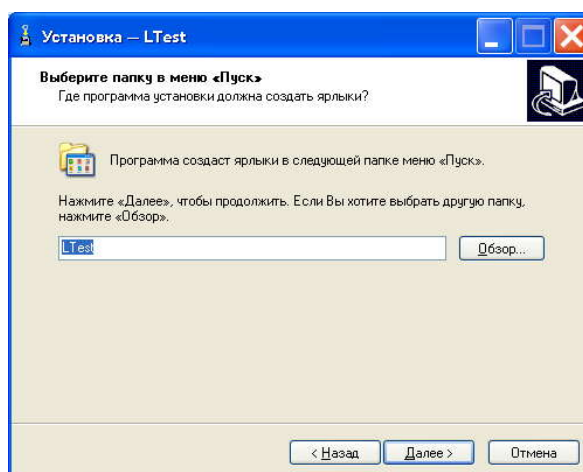

Рисунок 7 - Выбор папки в меню "Пуск"
5. В появившемся окне **Выбор папки в меню “Пуск”** (рисунок 7) следует указать путь по которому будут храниться ярлыки быстрого доступа к программе “LTest”. По умолчанию папка будет называться “LTest” После выбора папки следует нажать кнопку **Далее** и перейти к следующему этапу установки.